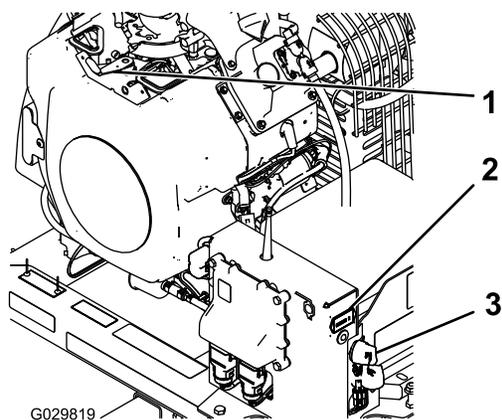

Рисунок 14
2. Поверните ключ зажигания двигателя в положение Пуск (Рисунок 14).
- Прежде чем покинуть машину, поверните ключ в положение Выкл. и извлеките его из замка зажигания (Рисунок 14).